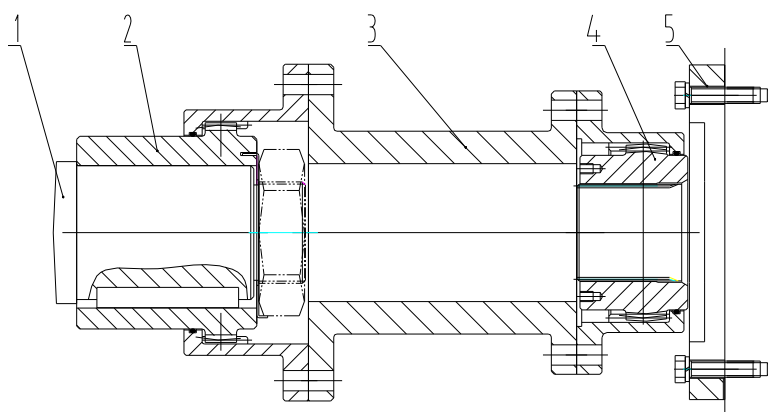

Рисунок 12-3 Муфта двигателя хода
Первый шаг в процессе регулировки – проверка зазора между двумя внешними зубчатыми втулками, зазор между двумя валами должен быть 50,5 мм (см. рисунок 12.3).
1. Снимите среднюю втулку между двумя зубчатыми втулками (см. рисунок 12.3).